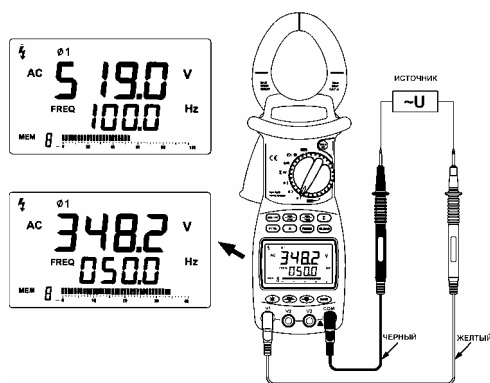

Рисунок 3. Измерение напряжения
1. Установите поворотный переключатель в любое из положений "Ø1", "Ø2" или "Ø3", согласно выбранному положению переключателя и таблице 3 подключите к его входным гнездам (см. рис.3).